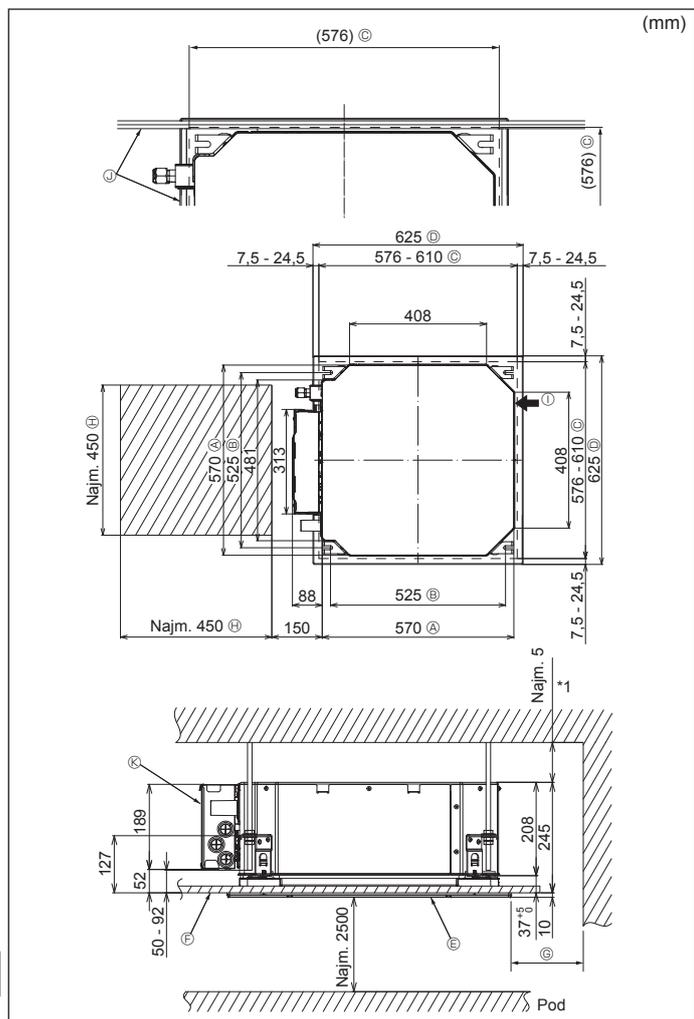

Fig. 4-2
4.2. Stropni otvori i mjesta za ugradnju ovisnih svornjaka (Fig. 4-2)